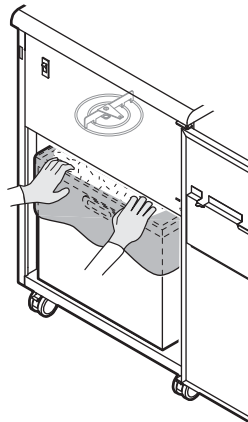

図8 細断屑の押し下げ
2. ダストボックス⑨上部の細断屑を、押し下げてください。 図8 参照
3. ダストボックス⑨を引き出し、細断屑を捨ててください。 P13「細断屑の処理方法」参照